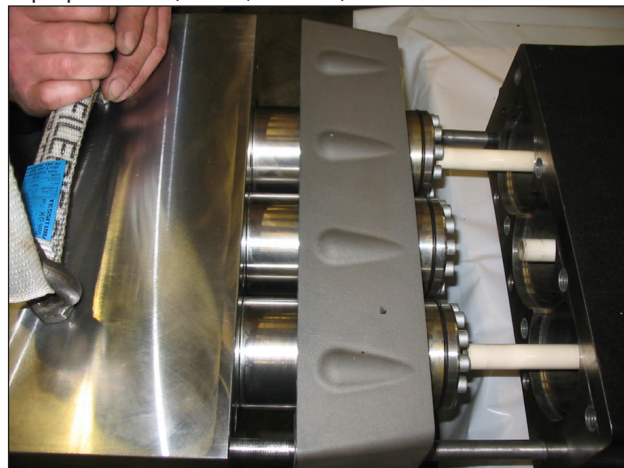

Рис. 109
Отсоедините торец и отдельную панель рубашек от картера насоса (поз. ①, Рис. 109).